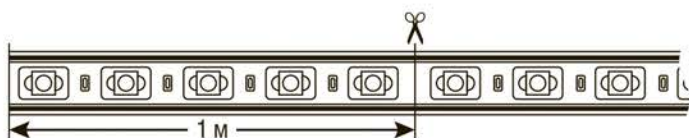
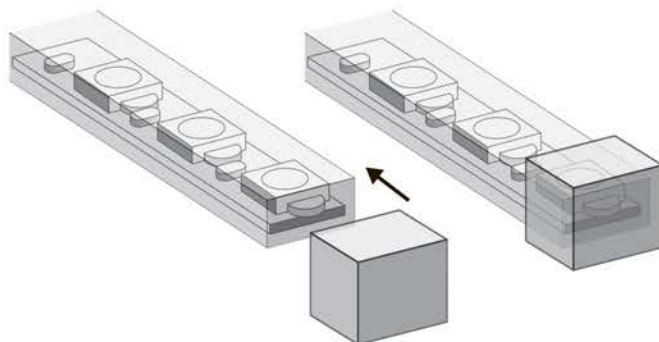

Рис. 2. Разрезание светодиодной ленты.
Рис. 3. Установка заглушки на светодиодную ленту.
- **Разрезание светодиодной ленты на участки.** Светодиодную ленту NLS-3528-IP67-220V можно разрезать на участки, кратные одному сегменту, длина которого равна 1 м. Разрез необходимо производить строго посередине участка, соединяющего смежные сегменты, см. Рис.2. В месте разреза ленты пропущен сегмент гибкой печатной платы. На окончания участков светодиодной ленты, к которым не планируется производить какие-либо подключения, необходимо установить заглушки NLSC-cup-3528-220 для ленты 3528-IP67-220, Рис.3. **Внимание!** При установке заглушки необходимо использовать герметик, чтобы обеспечить должную герметичность в месте соединения.